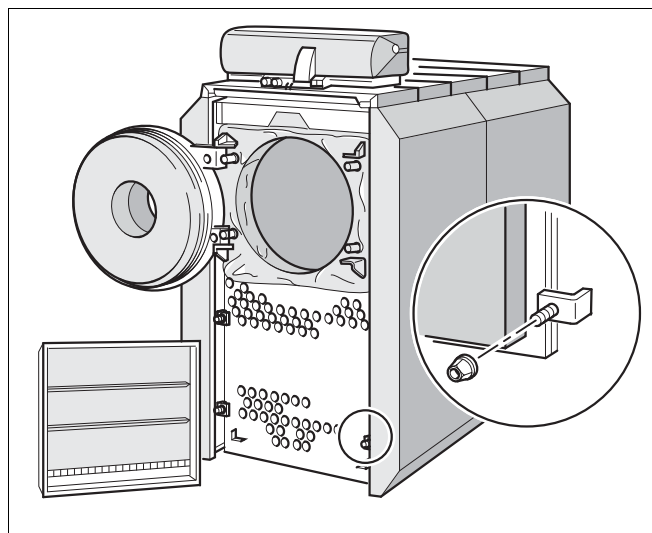

Рис. 29 Снятие оборотной камеры и открытие дверцы горелки
- Ослабьте винты на зажимных уголках, поверните уголки и снимите оборотную камеру (рис. 29).
- Установите оборотную камеру и закрепите зажимными уголками (рис. 29). Соблюдайте ее монтажное положение.